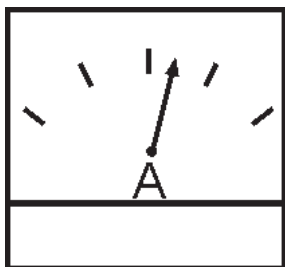

Figura 52. Amperímetro (carga)
18. Observe el amperímetro del generador (Figura 52) y verifique que muestre la cantidad anticipada de corriente con respecto a la carga. El amperímetro solo mostrará una lectura de corriente si una carga está en uso.